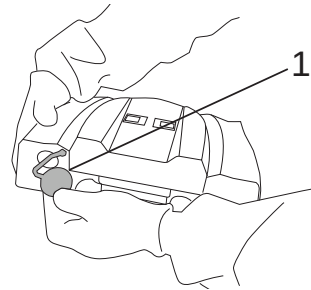

Fig.26
- Retirer le bouchon du réservoir de récupération (Fig. 26 - Rep. 1).